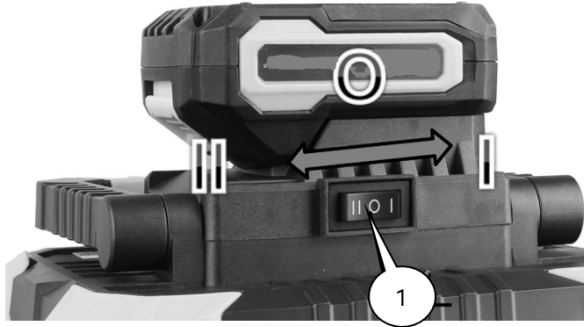

Рисунок 5. Схема увімкнення (перемикання режимів) ліхтаря.
- клавішею (1, рис. 5) вибрати необхідну світлову потужність «I» чи «II».
3. Для вимкнення виробу перемістити перемикач (1, рис. 5) в середнє початкове положення «0».